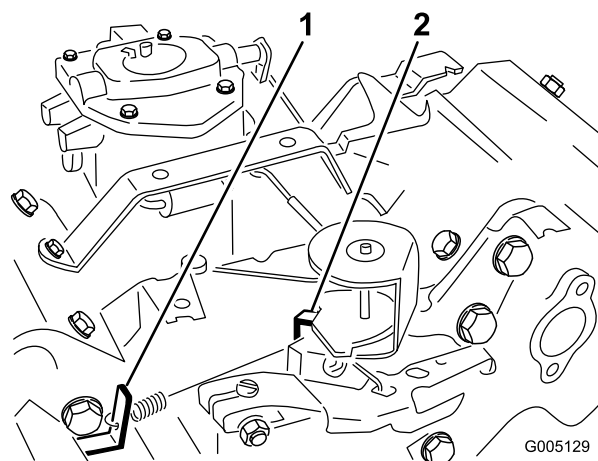

Figura 50
3. Doble la pestaña de anclaje del muelle de regulación del ralenti (Figura 50) hasta obtener una velocidad de ralenti de 1625 ± 50 rpm. Compruebe la velocidad con un tacómetro.
5. Mueva el control del acelerador a la posición de Rápido. Doble la pestaña de anclaje del muelle de alta velocidad (Figura 50) hasta obtener una velocidad alta de 2850 ± 50 rpm.